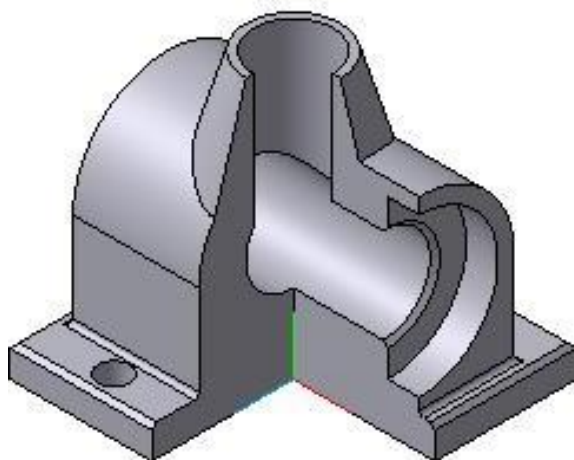

Рис. 7.33
16. Вырез четверти модели создаем при помощи команды  **Сечение по эскизу**. Результат работы представлен на рис. 7.33. Способ отображения – полу-тоновое с каркасом.